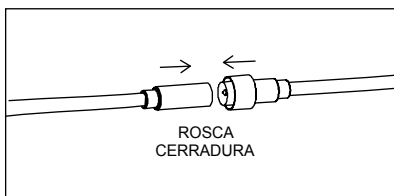

Figura 3
3. Conecte el controlador al montaje de la luz y asegure el conector de la tuerca con la mano. La flecha en las partes macho y hembra del conector entre el conductor y el cable de montaje debe coincidir. (Figura 3)